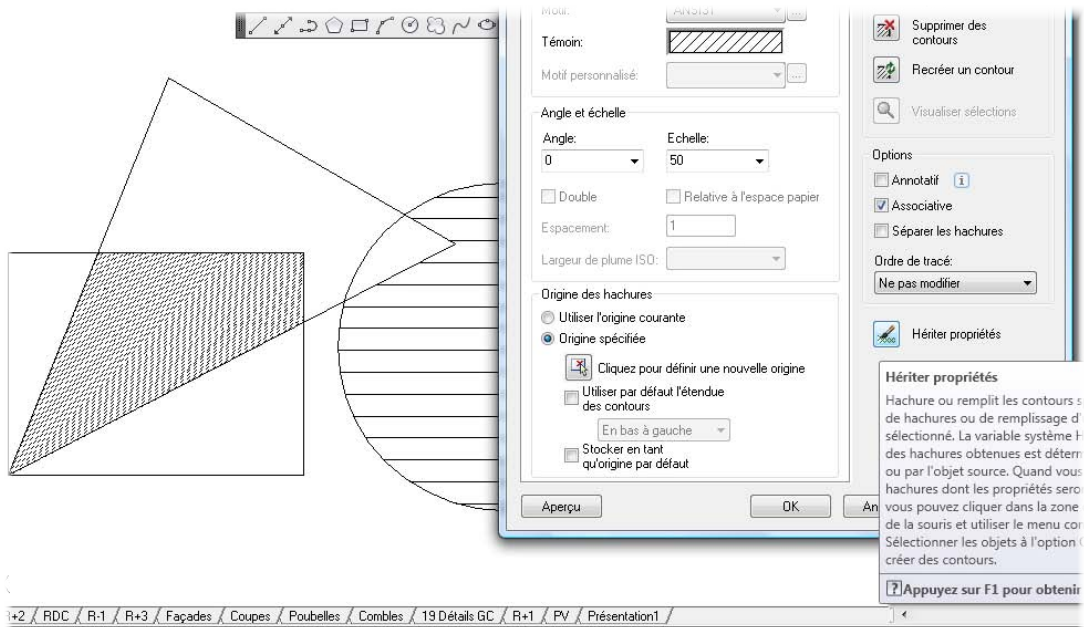

Figure 5.41
14. Double-cliquez sur la hachure trop dense du triangle. La boîte de dialogue Hachure réapparaît. Cliquez sur le bouton Hériter les propriétés (voir Figure 5.41). Sélectionnez ensuite les hachures horizontales comprises dans le cercle avec l'outil Hériter les propriétés. La boîte de dialogue Hachure réapparaît. Cliquez sur OK pour confirmer (voir Figure 5.42).